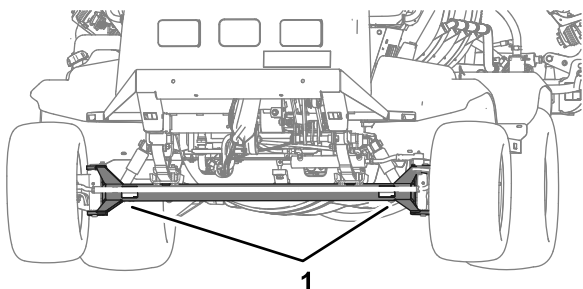
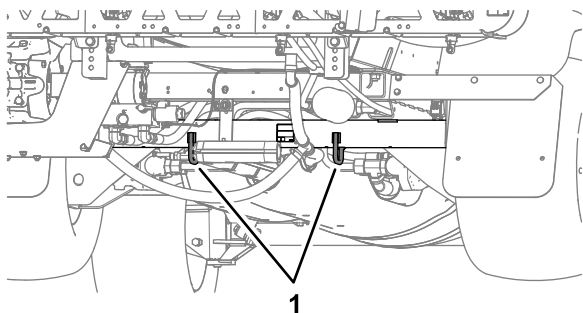

図 90
図 91
- 本機をトラックなどに載せて確実に固定する 図 90 と 図 91 に示すロープ掛けポイントを利用する。